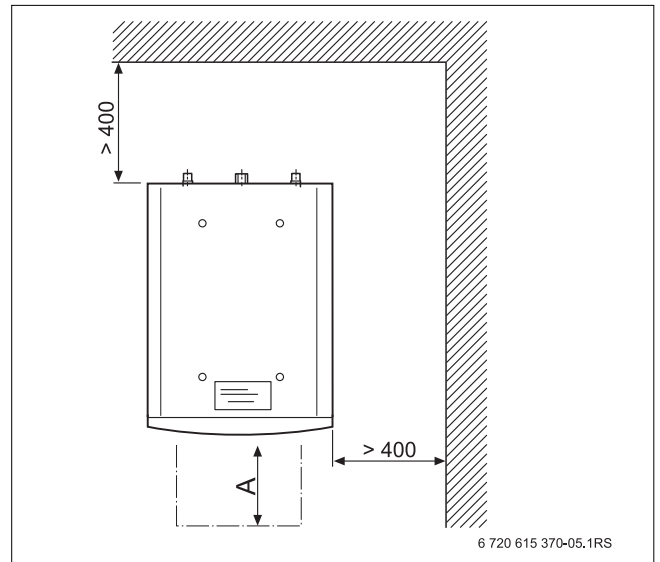

Fig. 5 Distances minimales par rapport aux murs (en mm)
Lors de la mise en place du ballon d'eau chaude sanitaire, les distances minimum doivent être respectées pour le montage et la maintenance (→ fig. 5). Pour ce faire, tenir également compte des distances de montage minimum à respecter pour la chaudière. Un espace dégagé suffisant devant le ballon d'eau chaude sanitaire est nécessaire pour le remplacement de l'anode au magnésium (→ tabl. 5, page 37).
- ▶ Respecter les distances minimales par rapport aux murs (→ fig. 5).